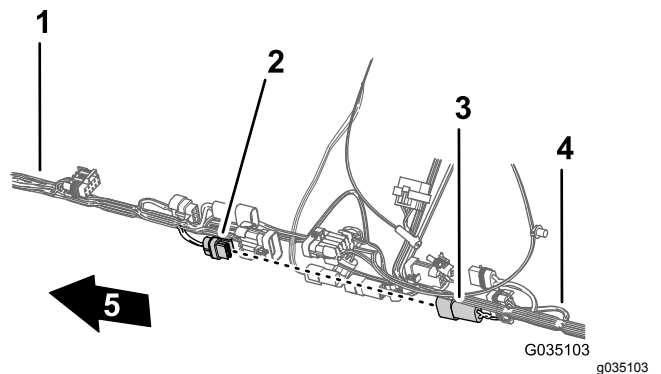

Рисунок 89
- Вставьте 2-штыревой разъем переднего жгута проводов для промывочного насоса в 2-гнездовой разъем заднего жгута проводов для промывочного насоса (Рисунок 89).